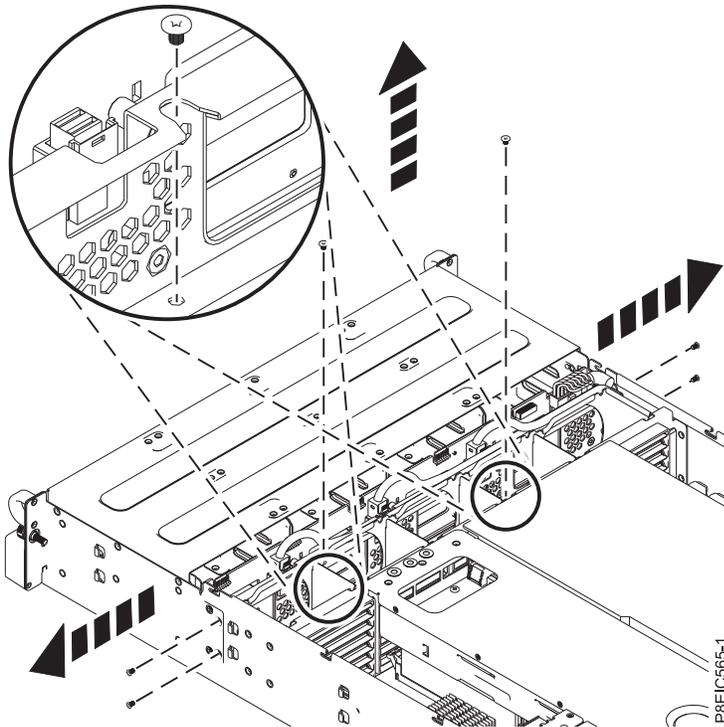

Abbildung 26. Schrauben an der Rückwandplatine des Laufwerks entfernen
7. Entfernen Sie zwei Schrauben von der Unterseite der Rückwandplatine des Laufwerks (siehe Abb. 26).
8. Entfernen Sie zwei oder vier Schrauben, mit denen die Rückwandplatine des Laufwerks befestigt ist (siehe Abb. 26). Die ein oder zwei Schrauben, die entfernt werden müssen, liegen an den Seiten des Chassis dicht beieinander; stellen Sie sicher, dass Sie die angegebenen Schrauben entfernen.